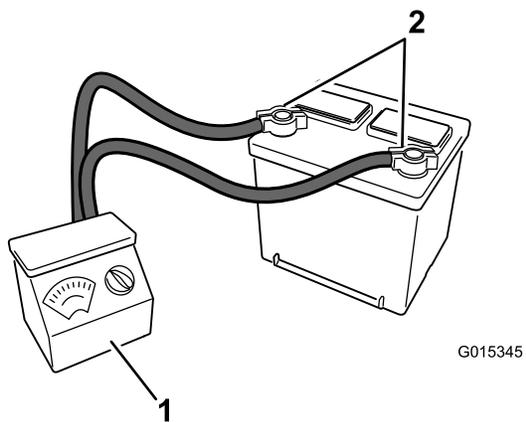

Figura 2
5. Conecte un cargador de batería de 3 a 4 amperios a los bornes de la batería (Figura 2). Cargue la batería a un ritmo de 3 a 4 amperios hasta que la gravedad específica sea de 1,250 o más y la temperatura sea de al menos 16° C con todas las celdas liberando gas.
6. Cuando la batería esté completamente cargada, desconecte el cargador de la toma de electricidad, luego desconecte los cables del cargador de los bornes de la batería (Figura 2).